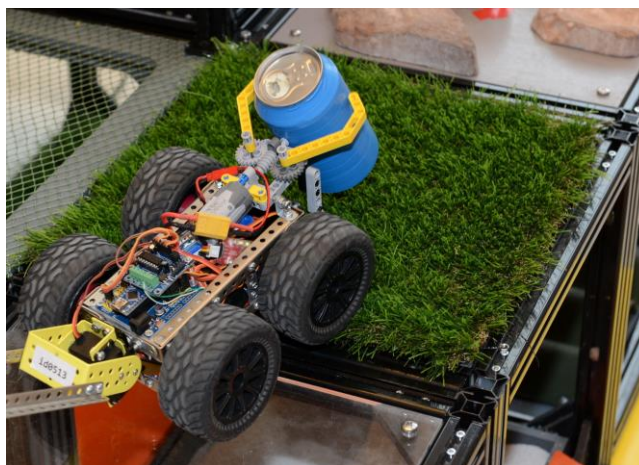

Рисунок 2 - «Трава»
- 1.5.1. **Трава** – площадка с искусственной травой из полипропилена, длина ворса 40 мм (рисунок 2). Покрытие прикреплено к листу фанеры. Габариты площадки 340x340x12-50.